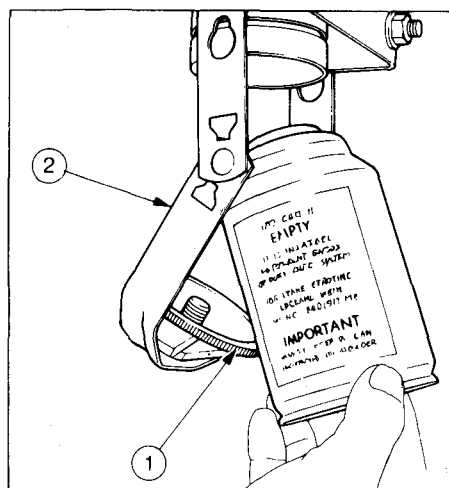

Fig. 13.
Het aanbrengen van een nieuw blikje (fig. 13):
1. Draai de onderste borgring (1 fig. 13) los.
2. Zet de steun (2 fig. 13) in schuine stand.